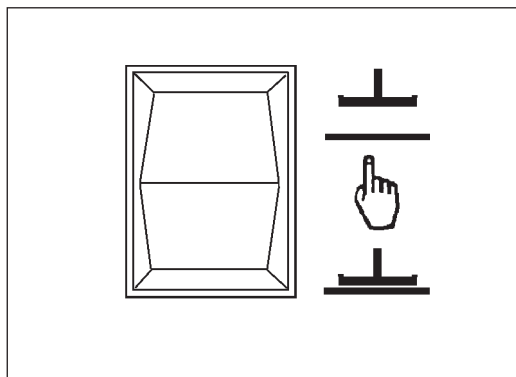

Figura 24
1. Para bajar la escobilla de goma y encender el motor de vacío, oprima el interruptor arriba/ abajo de la escobilla de goma hasta la posición abajo (figura 24). **NOTA: El motor de vacío se enciende de inmediato cuando se oprime la posición abajo del interruptor y se baja la escobilla de goma.**
2. Para levantar la escobilla oprima el interruptor arriba/ abajo de la escobilla de goma hasta la posición arriba (figura 24). Entonces se levanta la escobilla de goma y el motor de vacío se apaga luego de una breve demora **NOTA: La posición central del interruptor arriba/ abajo de la escobilla de goma se usa con el control de pulsación única.**